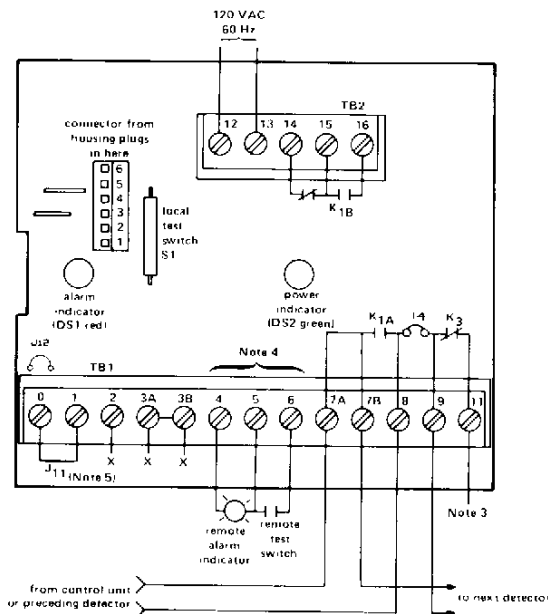

Figure WD13: Model 609U23
- m. 609U23 Wiring Diagram—Figure WD13